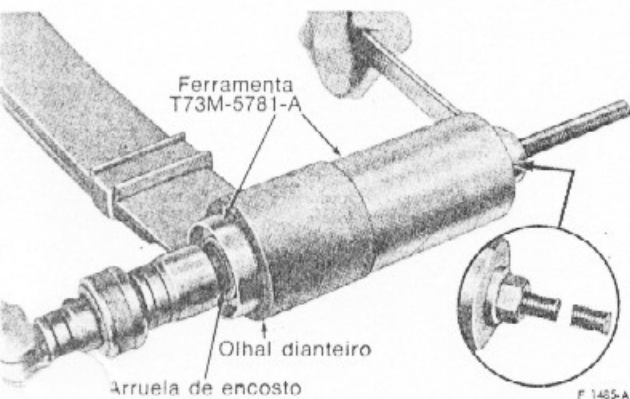

fig. 2 — remoção da bucha do olhal dianteiro da mola
teiro da mola, instalar a ferramenta T73M-5781-A, na bucha do olhal dianteiro conforme mostrado na fig. 2.
8. Fixar a porca e apertar o parafuso da ferramenta até extrair totalmente a bucha (fig. 2).